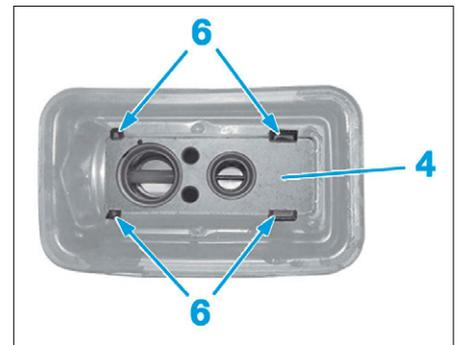

FIG. 14
- Ecarter les agrafes (6) et récupérer le détendeur (4) (Fig.14).